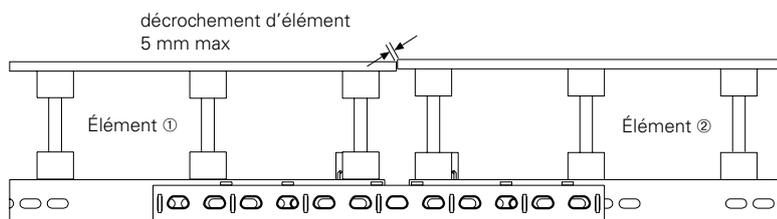
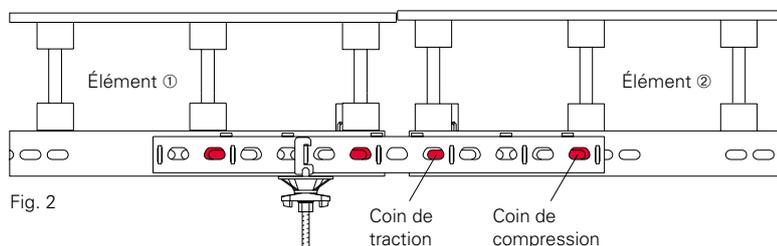

Fig. 1
Fig. 2
- La partie éfilée de la découpe trapézoïdale est orientée vers la peau coffrante. (Fig. 1)
- En cas de décrochement d'élément, accrocher le tendeur VRS à l'élément ① arrière.
- Détacher le coin de traction de ② l'élément.
- Avec le coin de compression sur l'élément ② ouvrir légèrement le joint. (Fig. 2)
- Desserrer légèrement le coin de traction et de compression sur ① l'élément.
- Détacher le coin de compression de ② l'élément.
- Avec le coin de traction sur l'élément ② rendre étanche le joint.